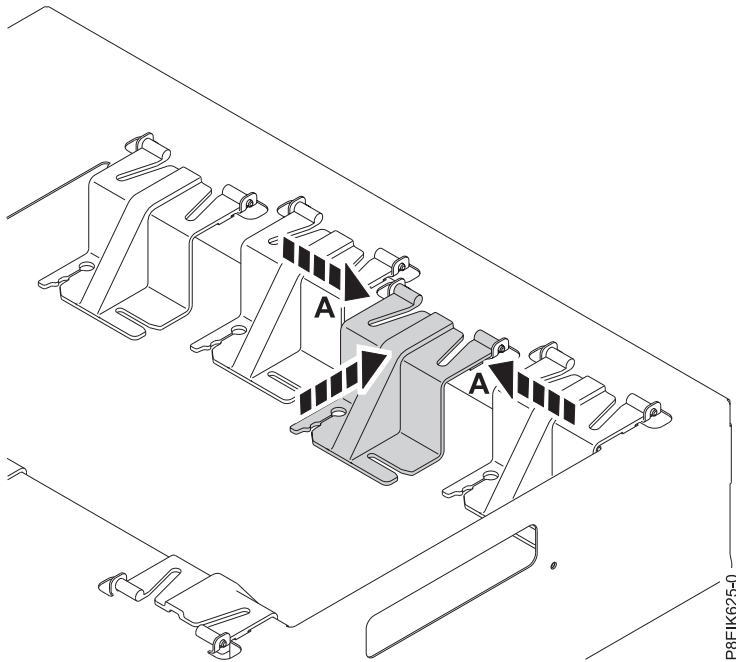

Figura 25. Colocación del soporte de nuevo en la portadora
- d. Pellizque el soporte en los puntos **(A)** y vuelva a colocarlo en la portadora, como se muestra en la Figura 25 en la página 22.